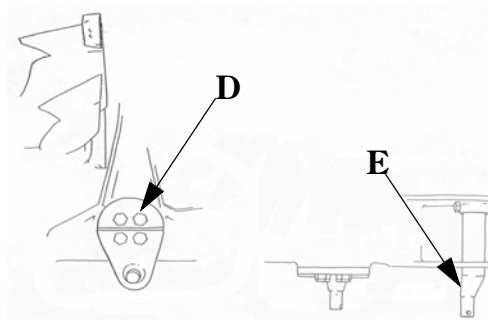
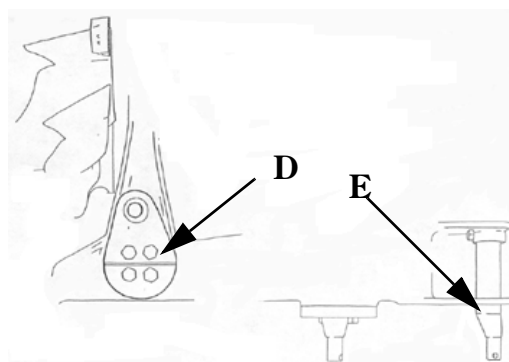

рис. 6
рис. 8
Плуги, поставляемые с присоединительной стойкой навесного орудия 110, оснащены цилиндром и направляющим гидрораспределителем. С этим типом присоединительной стойки плуг можно повернуть вместе корпусами над основной рамой или же под ней. При повороте корпусом над основной рамой реверсивный кронштейн (D) и вал эксцентрика (E) должны быть расположены так, как показано на рис. 6, когда плуг находится на корпусах с правой стороны. При повороте корпусом под основной рамой реверсивный кронштейн (D) и вал эксцентрика (E) должны быть расположены в противоположном направлении, как показано на рис. 8.